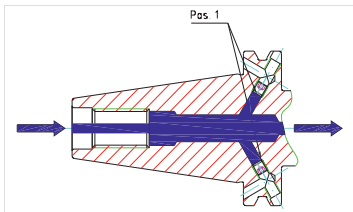

Abb. 16: Kühlmittelzuführung **Form AD/JD**
4. Schrauben Sie in den abgekühlten Werkzeughalter an „Pos. 1“ die Gewindestifte mit Schraubensicherung (Klebstoff) mittelfest ein (siehe *Abb. 16: Kühlmittelzuführung Form AD/JD*).